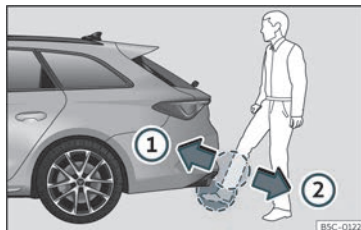

Fig. 88 Porta del maleter amb obertura controlada per sensor (Easy Open).
- Amb un moviment ràpid, apropau un peu i la part inferior de la cama al para-xocs tant com pugueu. La part inferior de la cama ha d'acostar-se a la zona del sensor superior, i el peu, a la zona del sensor inferior »» **fig. 88 ①**.
- Traieu ràpidament el peu i la part inferior de la cama de les zones dels sensors »» **fig. 88 ②**. La porta posterior s'obre automàticament.